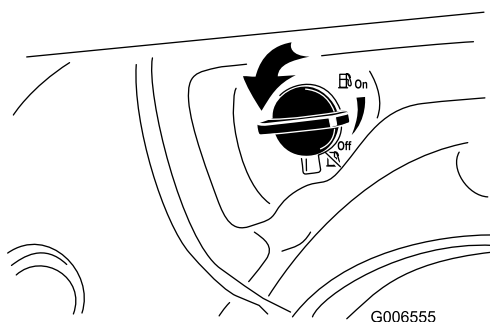

Рисунок 24
2. Поверните отсечной топливный кран на 1/4 оборота против часовой стрелки для того, чтобы открыть его (Рисунок 24).